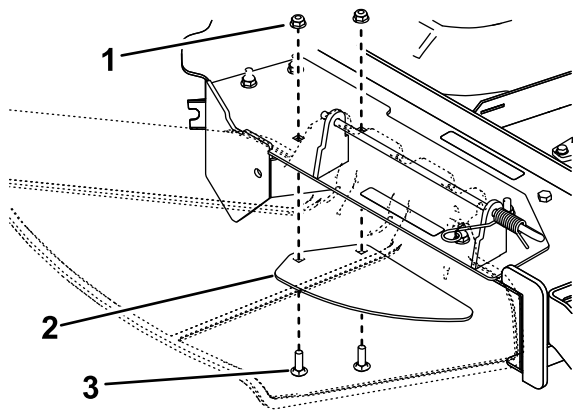

Figure 2
1. Écrou (2)
3. Boulon (2)
5. Pour les TimeCutter standard (non HD) avec plateaux de coupe de 152 cm, utilisez les fixations pour monter la plaque de remplissage (Figure 2).